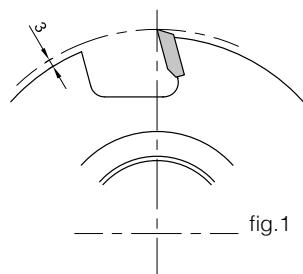

fig.1
- 1.3. Not round form tool, with deflector, where the maximum difference between the cutting edge is 1,1 mm (fig.1)
- 1.3. De forme non ronde du corps, avec limiteur de passe, avec lequel le dépassement d'arête est inférieur à 1,1 mm (fig.1).